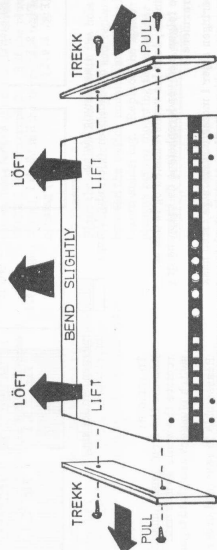

Fig. 2.1 Mekanisk demontering av kabinettet (sideplatene og toppdekket).
2.1.1 Kabinettet (se fig. 2.1)
2.1.1 The Cabinet (see Fig. 2.1)